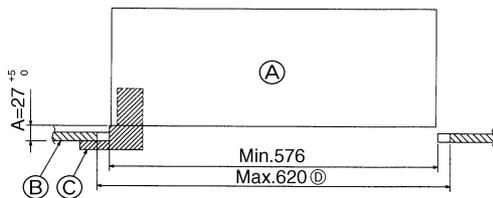

Fig. 8-2
8.2. Preparazione dell'attacco della griglia (Fig. 8-2)